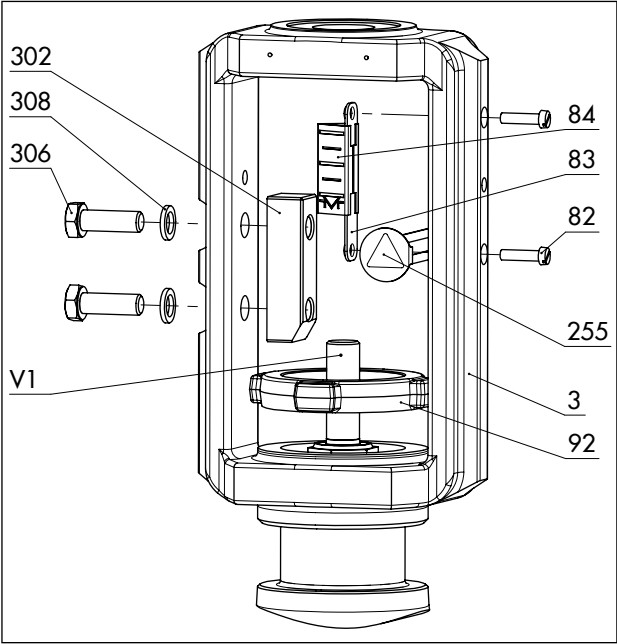
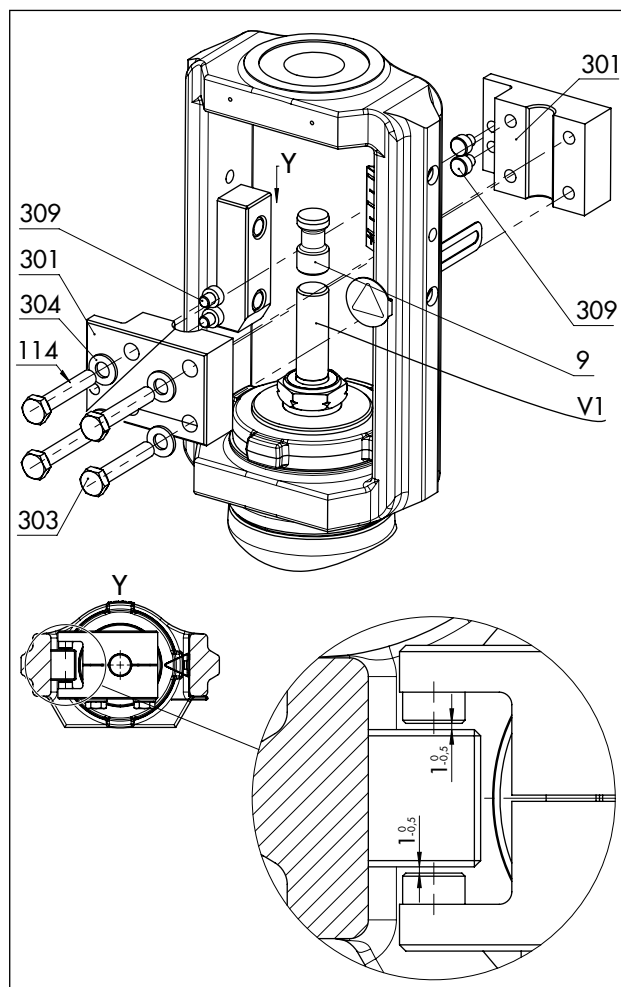

Fig. 16: Visão geral do conjunto da arcada com escala indicadora de curso na versão especial
Fig. 17: Visão geral do conjunto da fixação antirrotação na versão especial
Consulte a Fig. 16 e a Fig. 17
- Existe uma folga nominal de 0,5 a 1 mm entre as anilhas deslizantes e a sua superfície de contacto na arcada de cada lado (consulte a vista Y detalhada na Fig. 17).